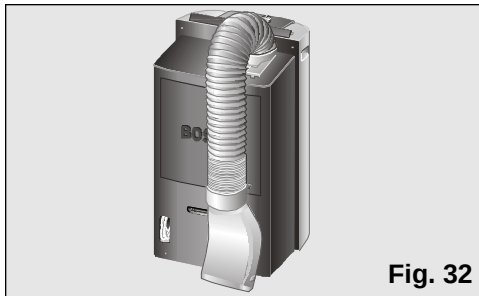

Fig. 32
- ☐ Per farlo, piegare il tubo verso la parte posteriore dell'apparecchio e trattenerlo dall'attacco diffusore, Fig. 32 e 33.